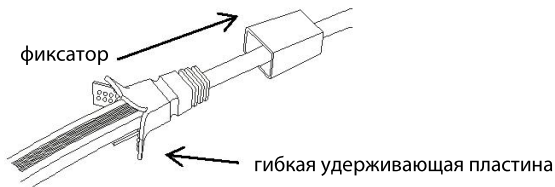

рис. 2
- а) сдвиньте фиксатор коннектора на провод (рис. 2);
- б) отогните гибкие удерживающие пластины (рис. 2);